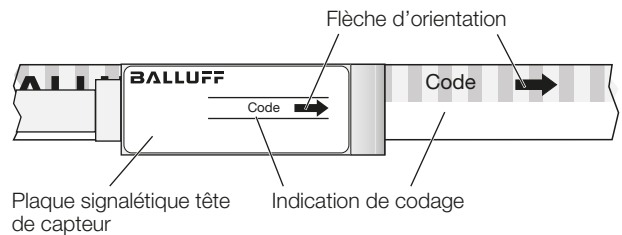
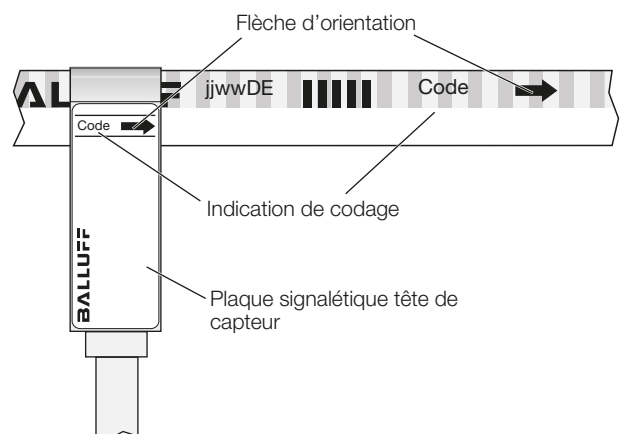

Fig. 4-1 : Alignement tête de capteur par rapport à la bande magnétique – Variante longitudinale
Fig. 4-2 : Alignement tête de capteur par rapport à la bande magnétique – Variante transversale
- La flèche imprimée sur la bande magnétique doit pointer dans la même direction que la flèche présente sur la plaque signalétique de la tête de capteur (voir Fig. 4-1 et Fig. 4-2 page 10).